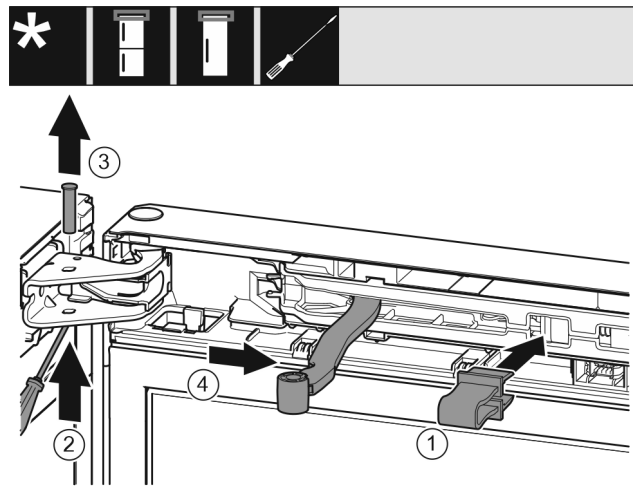

Fig. 10
- ▶ Sicherung Fig. 10 (1) in Öffnung einrasten.
- ▶ Bolzen Fig. 10 (2) herausziehen.
- ▶ Bolzen Fig. 10 (3) nach oben herausnehmen.
- ▶ Gelenk Fig. 10 (4) in Richtung Tür drehen.